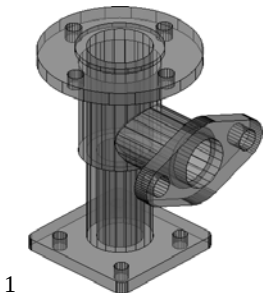

图 9-41 X 射线
- X 射线: 以局部透明度显示对象, 如图 9-41 所示。